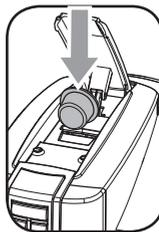

Abb. 2
- 3- Eine Kapsel wie in der Abbildung gezeigt einsetzen (Abb.2).